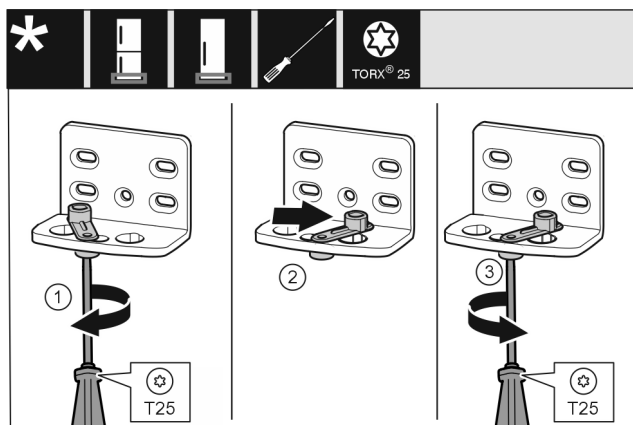

Fig. 16
- ▶ Odkręcić lekko śrubę Fig. 16 (1) śrubokrętem.
- ▶ Unieść element ułatwiający zamykanie drzwi Fig. 16 (2), a następnie obrócić w otworze w prawo o 90°.
- ▶ Przykręcić śrubę Fig. 16 (3) śrubokrętem.